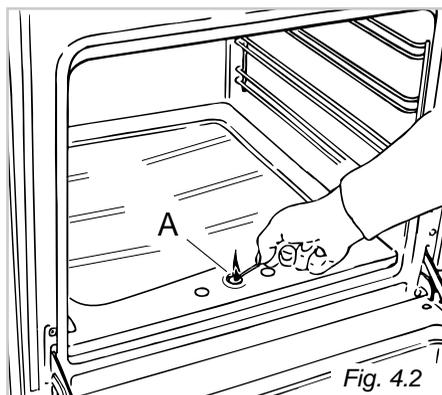

Fig. 4.2
- 2 - Avvicinare un fiammifero acceso al foro centrale del piano del forno (fig. 4.2).